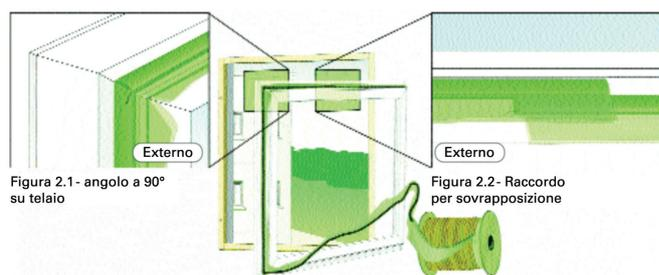

Figura 1
- Cominciare la posa dal centro della traversa superiore o dal centro del montante quindi proseguire verso l'alto (Figura 1)